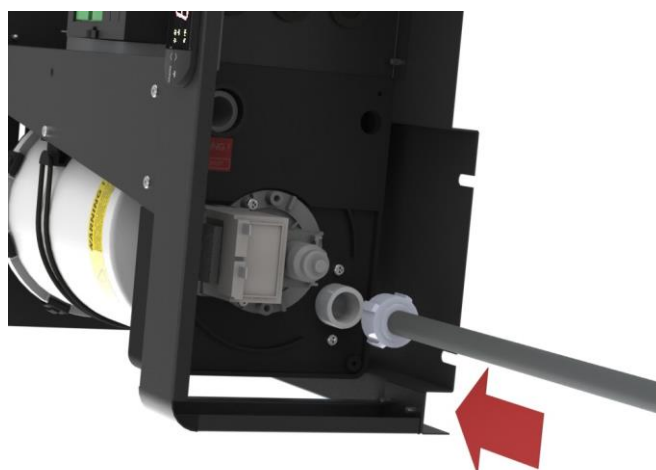

Fig. 8
6. Raccorder la conduite d'arrivée d'eau au raccord 3/4 gaz de l'électrovanne située sous l'humidificateur (fig. 8).